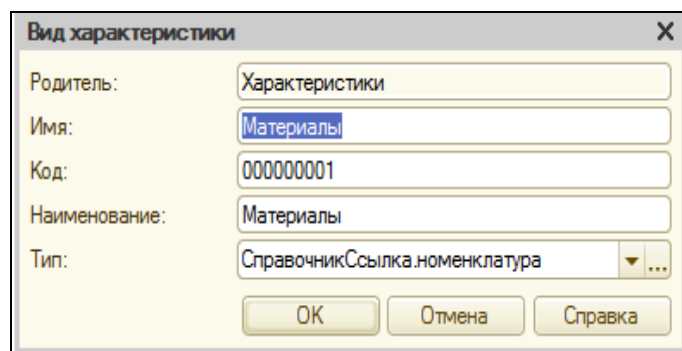

Рисунок 7.3 Настройка предопределенного типа субконто Материалы
5. Перейти на закладку **Прочее**, нажать на кнопку **Предопределенные**. Ввести предопределенные значения плана вида характеристик, т.е. видов аналитического учета (рис.7.3).